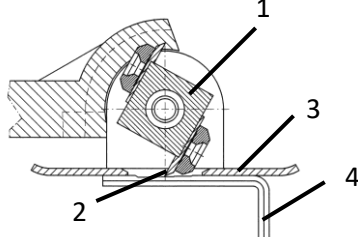

Fig. 9: Still inn kniven
- > Bytt ev. ut kniven (2 – fig. 9).
- > Drei valsen (1 – fig. 9) slik at den stikker ut maksimalt fra styreplaten (3 – fig. 9).
- > Legg inn unbrakonøkkelen (4 – fig. 9) mot styreplaten på en slik måte at sporet med ønsket skjæredybde befinner seg under kniven.